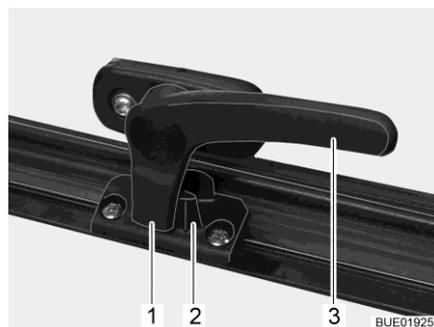

Fig. 19 Leva di serraggio in posizione "Chiuso"
- Ruotare la leva di serraggio (Fig. 19,3) di un quarto di giro verso il centro della finestra.
- Ruotare la leva di serraggio (Fig. 19,3) di un quarto di giro verso il telaio della finestra. Il nasello di chiusura (Fig. 19,1) si trova sul lato interno della chiusura della finestra (Fig. 19,2).
- In posizione "Completamente chiusa" (Fig. 19).